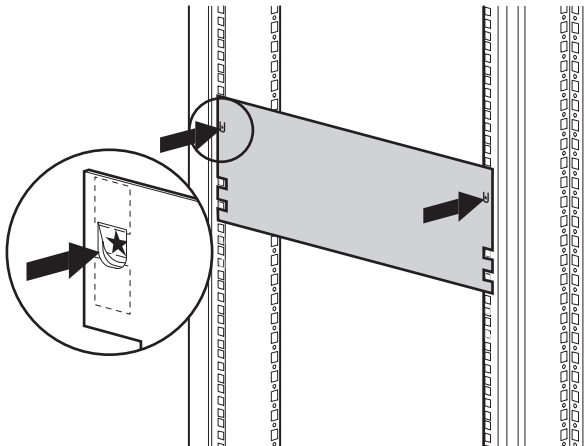

Figura 2-2. Plantilla de la biblioteca
1. Utilice la plantilla suministrada con la biblioteca para señalar la ubicación del hardware de montaje en los rieles de montaje del receptáculo de almacenamiento (consulte la Figura 2-2).